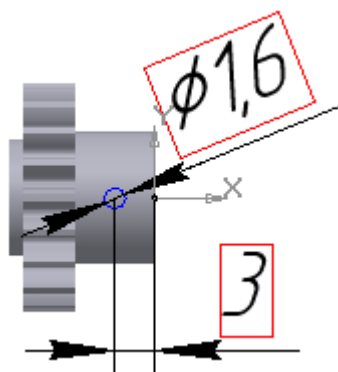

Рисунок 6.28 – Створення ескізу штифтового отвору
18. Змоделюємо штифтовий отвір (знадобиться нам при побудові складання), що направляє отвір під штифт (знадобиться для виконання креслення по моделі) і отвір під гвинт. Для штифтового отвору створіть ескіз у площині **X_Y** (рис. 6.28):